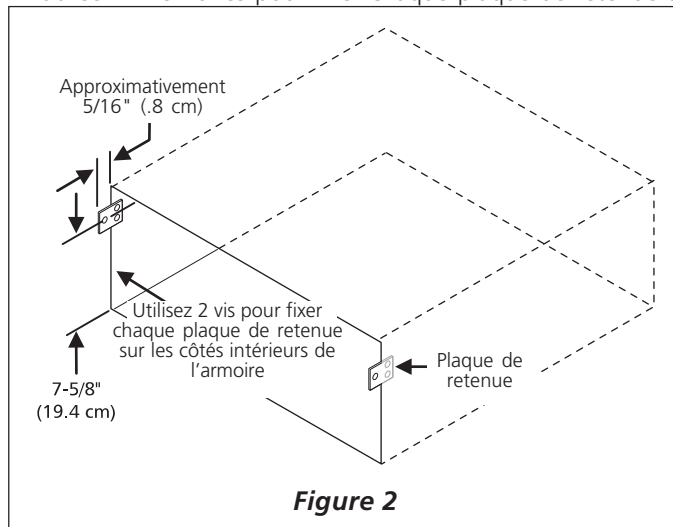

Figure 2
3. Retirez les 2 plaques de retenue et les 6 vis incluses dans l'enveloppe littérature. Montez les plaques de chaque côté de l'ouverture de l'armoire, à l'intérieur du découpage, tel qu'illustré à la Figure 2. Le trou central doit être à 7-5/8" (19.4 cm) de la partie inférieure du découpage pour pouvoir s'aligner avec les trous dans le châssis du tiroir. Utilisez 2 vis noires pour fixer chaque plaque de retenue à